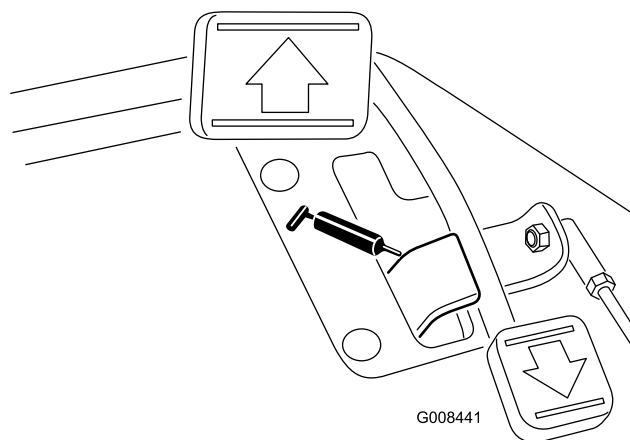

Figura 36
- Pedal de tracção articulado (1) (Figura 36)